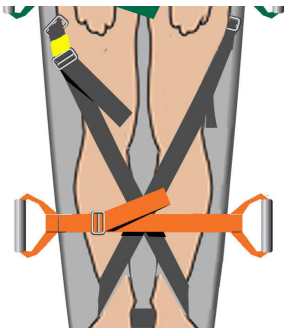

Figur 4
2. Montera ihop och dra åt midjeremmen enligt figur 4.